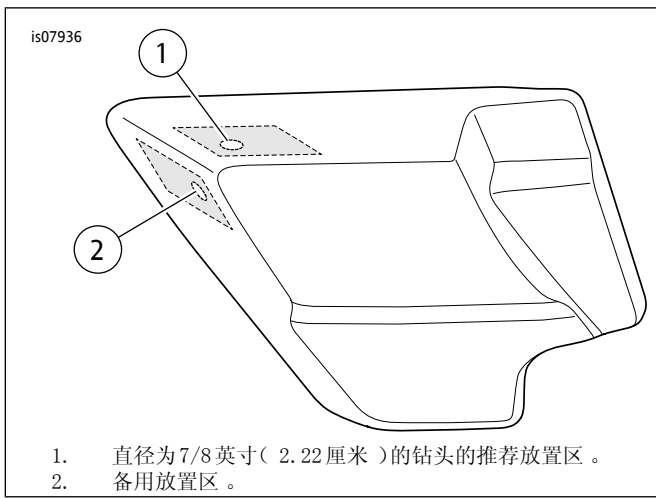

图1。左侧盖
- a. 在侧盖上选择一个合适的位置安装电源插座。使用图1注明的位置区域。推荐前角附近的顶面。前/侧面备选位置也在图1中注明，但由于排气管间隙而在很多情况下无法使用。